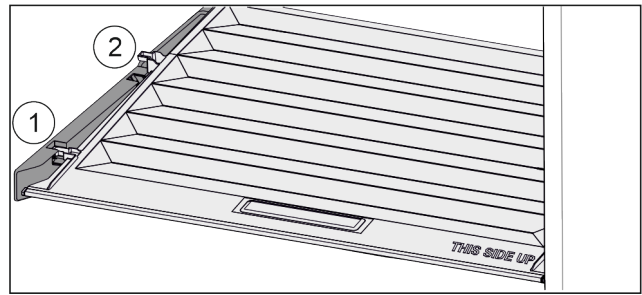

Fig. 43
- ▶ Deksel tot de opening in de vasthouddelen naar voren trekken Fig. 43 (1).
- ▶ Aan de achterkant vanaf de onderkant omhoog tillen en vanaf de bovenkant verwijderen Fig. 43 (2).